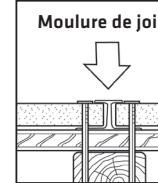

Figure 3F
- d) Installez la première rangée du revêtement de façon que la languette en plastique fixée à l'arrière du revêtement s'ajuste par-dessus le rebord de la bande de départ, tel qu'illustré dans la vue détaillée de la bande de départ (Figure 3F). Fixez le revêtement en le clouant le long de la ligne de clouage (à environ 12 mm (1/2 po) du rebord supérieur du revêtement) à CHAQUE MONTANT OU FOURRURE INSTALLÉE SUR LE MONTANT, EN LAISSANT UN ESPACEMENT DE CENTRE À CENTRE MAXIMAL DE 400 mm (16 po) ENTRE LES CLOUS. Afin d'éviter l'ondulation du revêtement, commencez le clouage à une extrémité du revêtement et continuez à clouer jusqu'à atteindre l'autre extrémité. Ne noyez pas les têtes de clou. Assurez-vous de l'alignement des lattes aux coins du bâtiment.